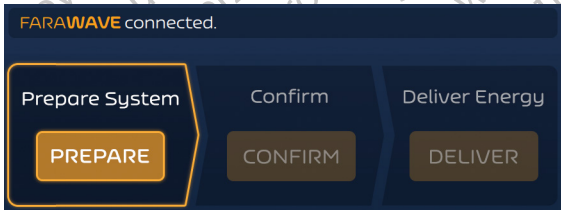
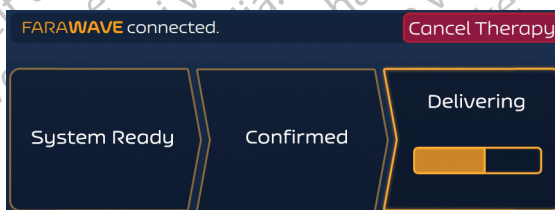

Figura 6. Ecranul Terapie – Modul asincron – Inactiv
Figura 11. Ecranul Terapie – Modul asincron – Administrare în curs
6. După selectarea și conectarea unui cateter, ecranul Terapie va reflecta acum selecția (a se vedea Figura 6 pentru un exemplu). Modul asincron este modul implicit de administrare a energiei al generatorului FARASTAR PFA.
- Apăsați butonul DELIVER (Administrație) pentru a iniția administrarea de energie. Administrarea de energie poate fi anulată apăsând butonul Cancel Therapy (Anulare terapie) în orice moment (a se vedea Figura 11), care va readuceți generatorul FARASTAR PFA în starea Idle (Inactiv) (a se vedea Figura 6).
9. Pentru a efectua administrări suplimentare, apăsați pe CONFIRM (Confirmare) și apoi pe DELIVERY (Administrare). Administrarea energiei poate fi anulată apăsând butonul Cancel Therapy (Anulare terapie) în orice moment. Acest lucru va readuce generatorul FARASTAR PFA la starea Idle (Inactiv), după cum se arată în Figura 6.